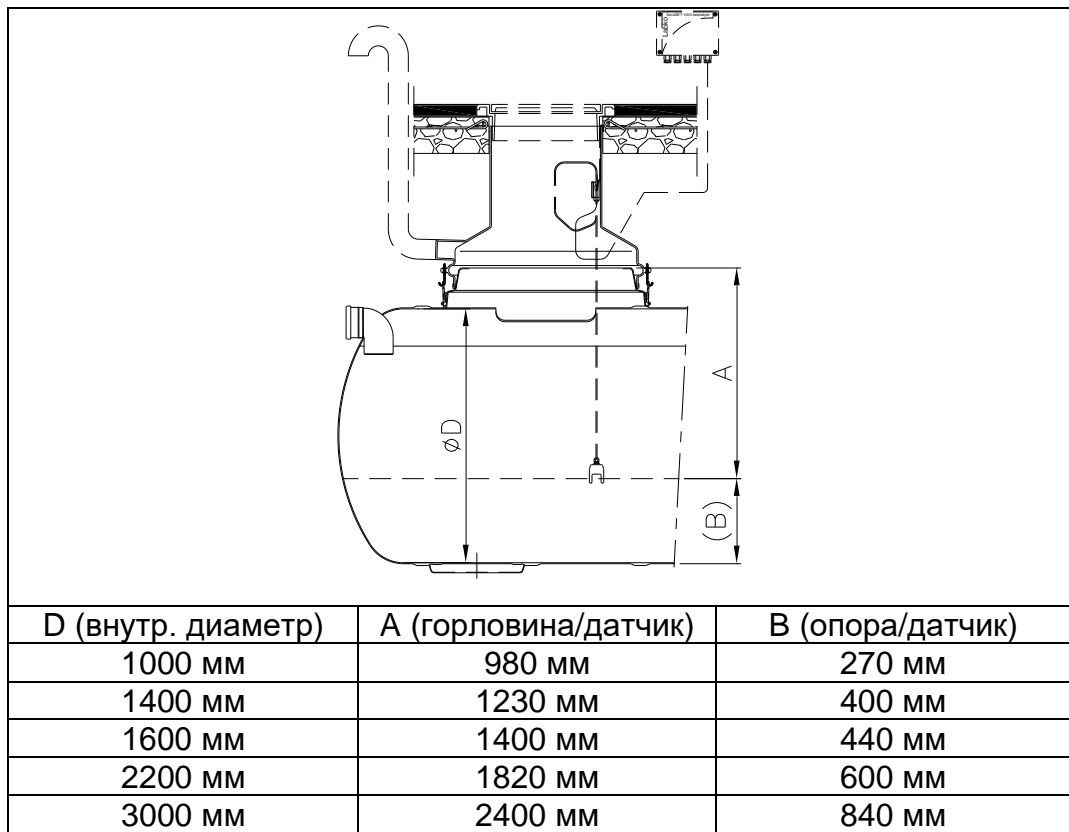

Рис. 6. Определение высоты кабеля датчика сигнализации.
8. Установите датчик сигнализатора отделившихся нефтепродуктов и ила (поставляется дополнительно) в отделителе, Соединительную коробку повесьте за металлический крючок, установленный в верхней части техколодца. После этого определяется требуемый уровень высоты датчика; рекомендуется определить высоту на уровне 1/3 от объема емкости. Смотрите подробнее рис. 6, высоту «В».
1. Очистка коалесцентных модулей производится одновременно с полной разгрузкой отделителя (см. рис. 6). При помощи подъемника, через техлодец, поднимите первый коалесцентный модуль. Начинайте с коалесцентных модулей находящихся со стороны выходных патрубков и закончите коалесцентными модулями у входных патрубков.